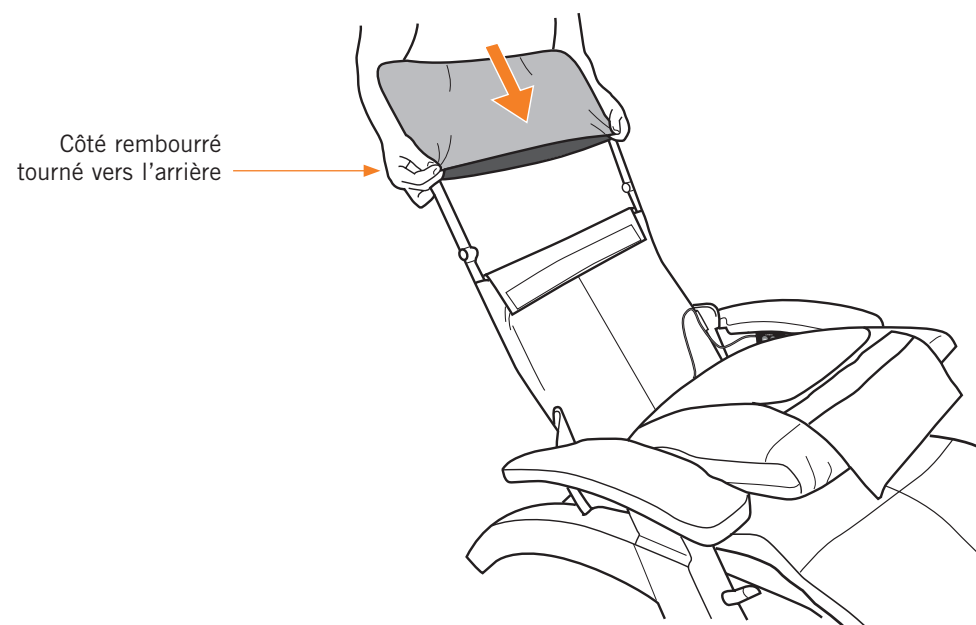

Fig.24
1. Glissez la housse de tête sur le cadre d'appui-tête, avec le côté rembourré faisant face au l'arrière (Fig.24).